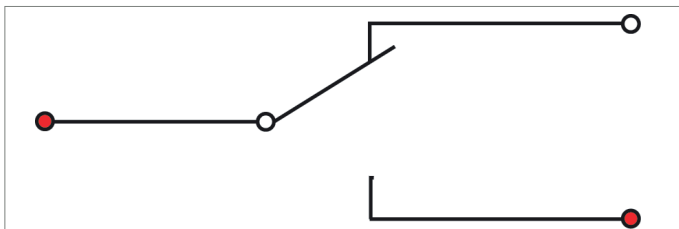

Abb. 44: Durchgang Reed-Sensor
**VORAUSSETZUNG:** Sie benötigen die Position des Reed-Sensors, an der der Schalter geöffnet ist und der Reed-Sensor keinen Durchgang besitzt, Ihr Multimeter bei der Prüfung also kein Geräusch abgibt, s. Abb. 44.